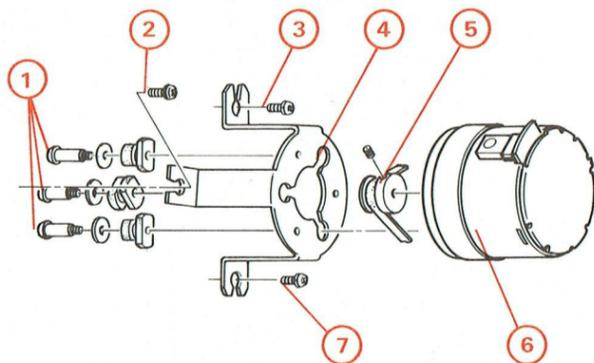

Fig. 7
**F - DÉPOSE DU MOTEUR (Fig. 7)**
- 2° Dégager de la poulie moteur, la courroie d'entraînement (5).
- 3° Enlever les vis (2), (3) et (7) et dégager du châssis l'ensemble moteur (6), et support-moteur (4).
- 4° Retirer les vis (1) et déposer le moteur (6).